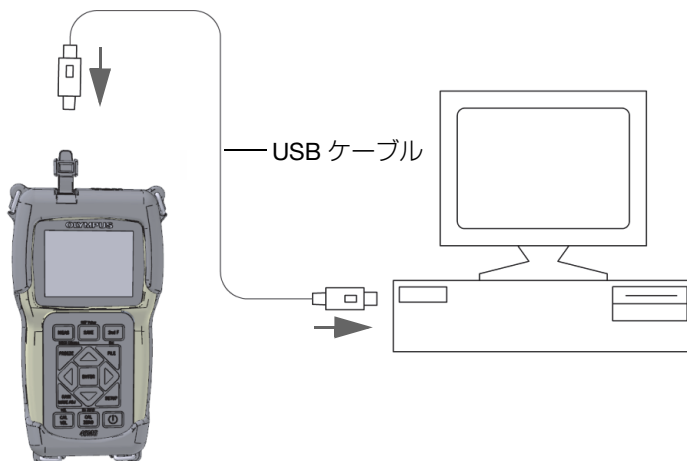

図 11-1 45MG とコンピューターの接続
4. USB ケーブルの一端を 45MG の I/O ドアの下にある USB クライアントコネクタに接続し、もう一方の端をコンピューターの USB ポートに接続します（202 ページの図 11-1 を参照）。